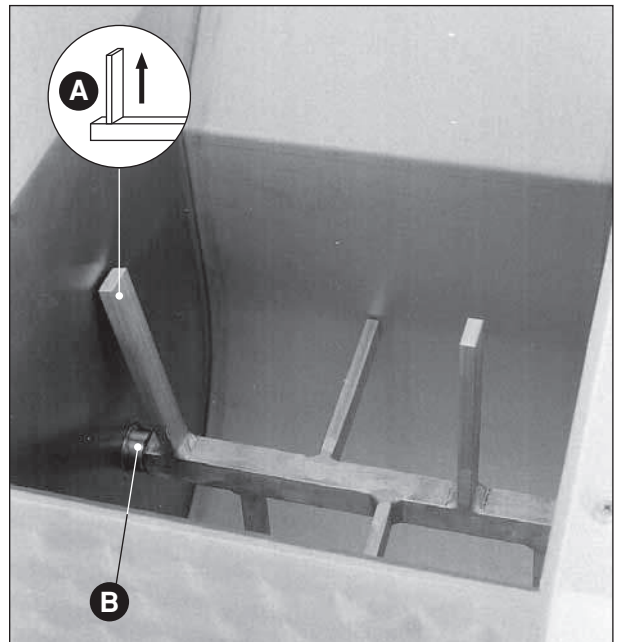

Fig. 35
- Mezclador: asegurarse que la paleta externa (**Fig. 35 A**) esté en la posición vertical superior (solamente esta posición permite el desarme de la pieza) (**Fig. 35**).
Desmontar el mezclador desenroscando el soporte móvil exterior (**Fig. 35 B**) hasta desacoplar el mezclador; desensartar el árbol cuadrado de su asiento y contemporáneamente girar su extremidad externa hacia arriba.